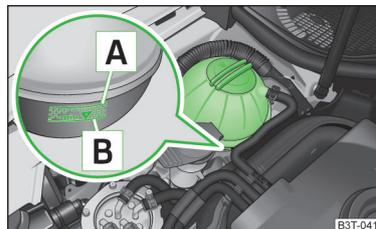

Abb. 129
Zum Nachfüllen nur das Frostschutzmittel verwenden, dessen Bezeichnung auf dem Kühlmittelausgleichsbehälter aufgeführt ist » Abb. 129 auf Seite 149.
- Das Kühlmittel nicht über die Markierung **A** auffüllen » Abb. 129 auf Seite 149.
Der Kühlmittelausgleichsbehälter befindet sich im Motorraum » Abb. 129.
### Bildbeschreibung » Abb. 129
- Den Kühlmittelstand am Kühlmittelausgleichsbehälter prüfen » Abb. 129.
Bei betriebswarmem Motor kann das Prüfergebnis ungenau ausfallen. Der Stand kann auch über der Markierung **A** » Abb. 129 liegen.